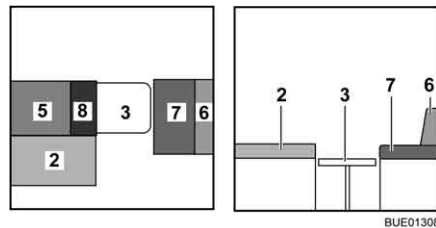

Bild 142 Under ombyggnaden
- Lägg extradynan (Bild 142,8) på bordet.